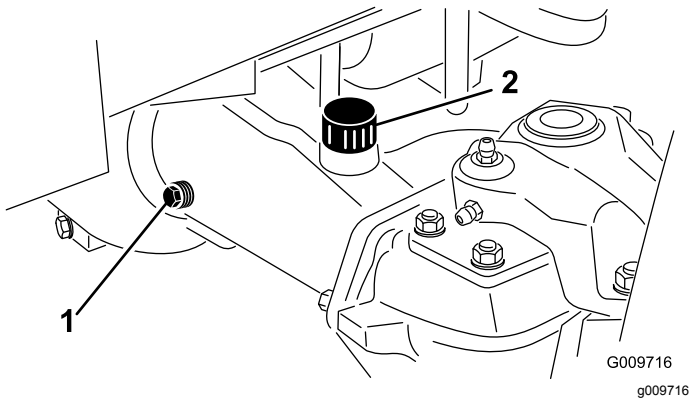

Bild 45
2. Entfernen Sie die Prüfschraube aus einem Ende der Achse (**Bild 45**) und stellen sicher, dass der Schmierstoff die Unterseite des Lochs erreicht. Entfernen Sie bei niedrigem Ölstand die Füllschraube (**Bild 45**) und füllen genug Öl ein, um den Stand bis an die Unterseite der Prüfschraubenöffnungen anzuheben.